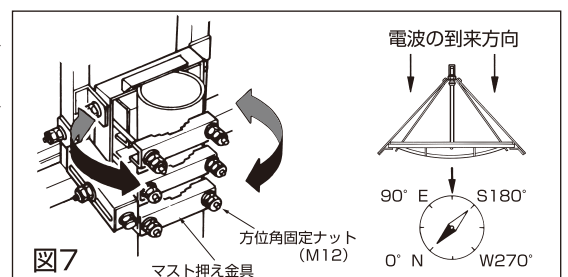

図7
- ①マスト押え金具の方位角固定ナット6か所（M12）を緩めます。（図7参照）
- ②別表（10ページ）の「主な設置地区の仰角と方位角と偏波角」から、アンテナ設置場所のおよその方位角を求めてください。
- ③市販の方位磁石などでおよその方向を確認し、反射鏡を回転させて、方位角固定ボルトを締めて仮止めしてください。（ビルの屋上など方位磁石の近くに磁性体がある場合は、方位磁石が正確に働かない場合があります。この場合は方位磁石を移動させながら正確な方位角を求めてください。）